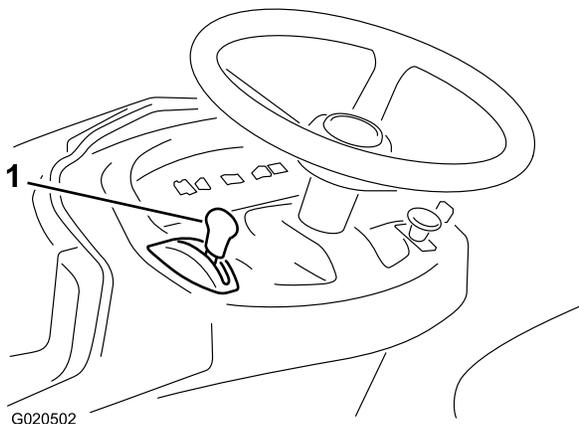

Figure 9
- Si le moteur est froid, poussez la commande d'accélérateur complètement en avant à la en position Starter (Figure 9).
- Tournez la clé de contact dans le sens des aiguilles d'une montre et maintenez-la en position de Démarrage (Figure 9).
- Lorsque le moteur démarre, amenez progressivement la commande d'accélérateur en position Haut régime (Figure 9).
- Placez la commande d'accélérateur à la position Bas régime (Figure 9).
- Tournez la clé de contact à la position Arrêt (Figure 9).